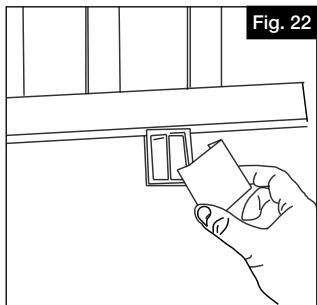

Fig. 22
- a. Fixer la patte d'appui à la surface de la terrasse à l'aide de la vis de patte d'appui et mettre le couvercle en place (traverse de 10 pi (304,8 cm) seulement) (Fig. 22).